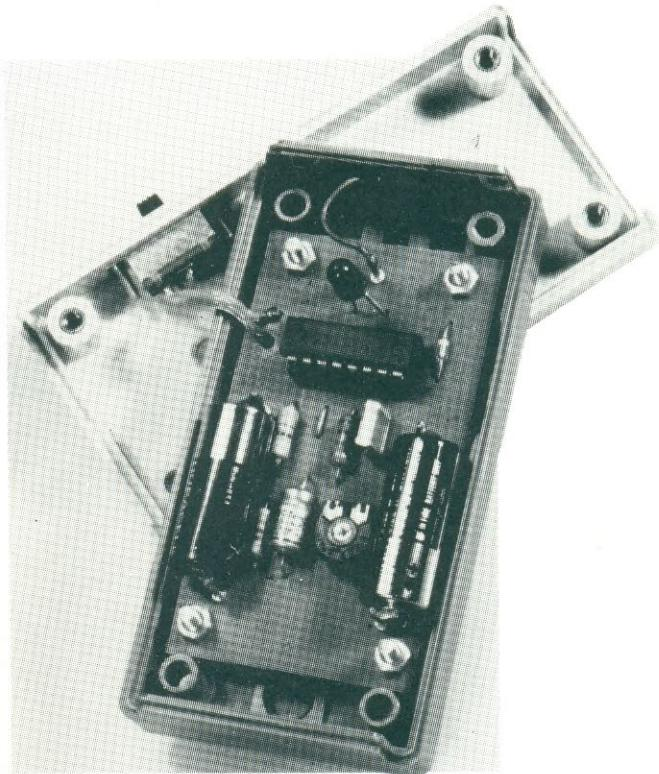

figura 2 — Pina-
Apesar de seu bom desempenho, essa norma simétrica ainda está longe de superar a velha e assimétrica RS232C. Assim sendo, a RS423A (ou V10/X26), cujos circuitos típicos aparecem na figura 2, parece ser a solução mais barata. Ela é assimétrica (sendo, portanto, mais lenta) e representa uma tentativa de se encontrar um meio termo entre a RS232C e a RS422A. Sua máxima taxa de transmissão é de aproximadamente 100 kbaud em 12 metros e 1 kbaud em 1.200 metros.
A característica digna de nota na RS423A é a utilização de uma única linha comum de terra, que não é acoplada ao receptor. Os níveis lógicos são definidos por meio de um diferenciador (veja a figura 2), cuja saída é compatível com a
**Figura 2 —** A norma RS423A é compatível com a RS232C, porém menos exata. Sua utilização foi facilitada pela disponibilidade de Cls especiais, compatíveis com as famílias lógicas comuns.
Como se vê na figura 2, existem até mesmo Cls especiais para facilitar o trabalho ao usuário da norma RS423A. Eles são comercializados em invólucros de 8 pinos, cada um deles contendo dois "buffers" inversores RS423, cujas características de transferência podem ser modificadas alterando um único resistor externo (à proporção de 0,14 µs/quilohm).